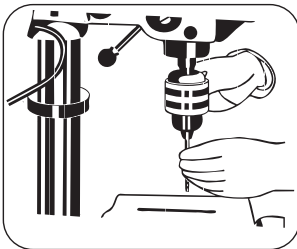

FIGURA 8.19
- Asegúrese de que la broca esté centralizada en el mandril antes de apretarla con la llave del mandril (Figura 8.19).